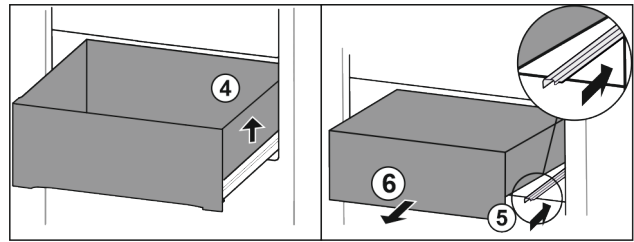

Fig. 20
- ▶ Повдигнете чекмеджето отдясно. Fig. 20 (4)
- ▶ Вкарайте дясната релса. Fig. 20 (5)
- ▶ Извадете чекмеджето напред. Fig. 20 (6)